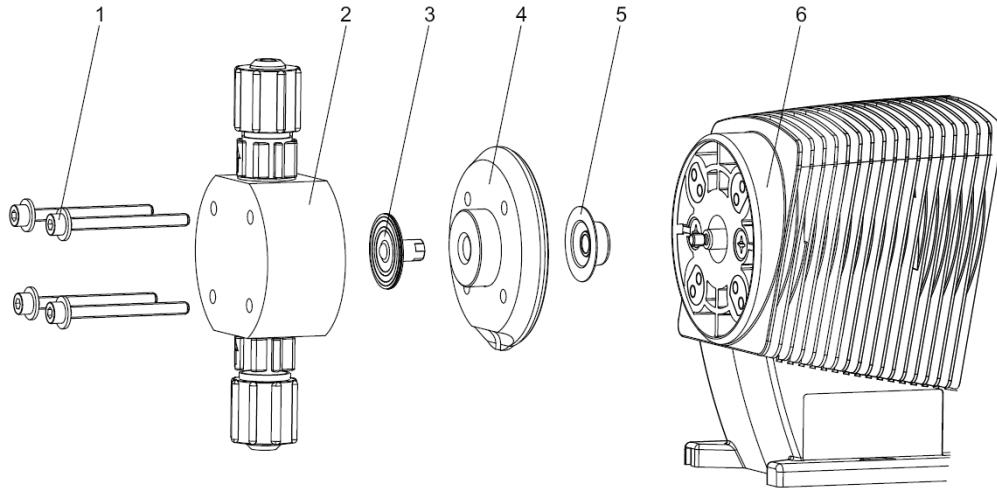

Рис. 12: Покомпонентное изображение узла подачи
- Отверстие для просачивания в позднейших конструкциях насоса должно быть направлено вниз (см. Рис. 12)!
- Диск головки (4) поместить в правильную позицию на корпусе насоса (6)! Диск головки на корпусе насоса не поворачивать, чтобы не зажать предохранительную мембрану (5)!
18.► Вложить мемброну (3) в диск головки (4).